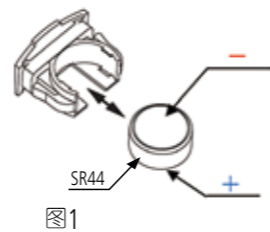

图1
6. 数显型厚度表请使用SR44(No.938882)电池。(图1)